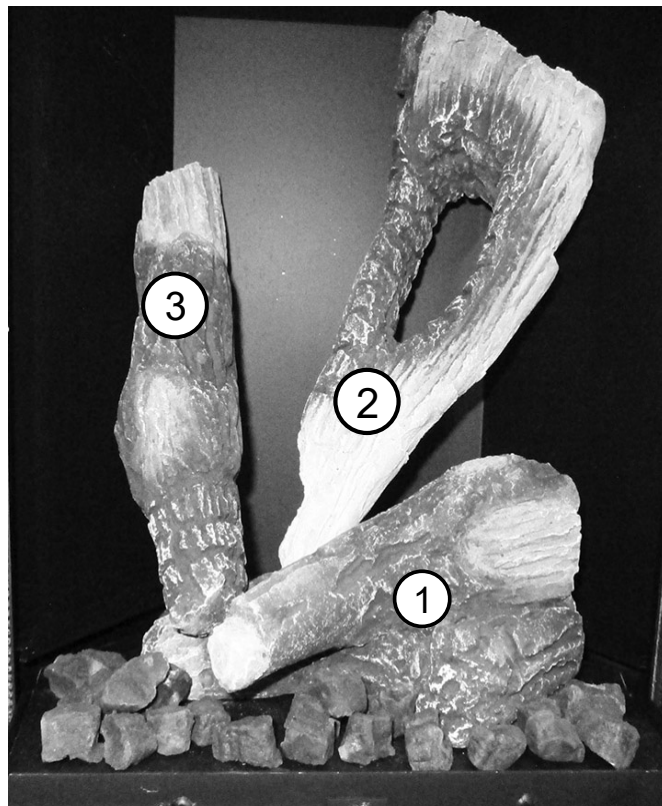
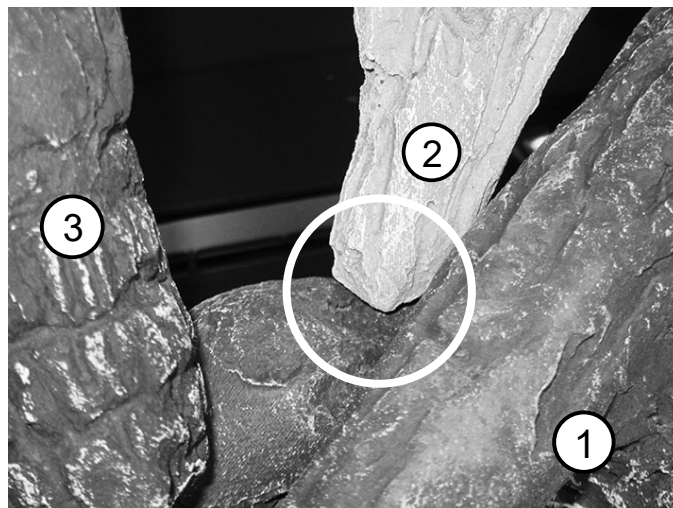

Figure 12.1. Jeu de bûches complètement installé
Figure 12.2. Posez l'extrémité de la bûche droite dans la petite cavité de la bûche de base.
1. **Bûche de base:** Enfoncez les trous du dessous de la bûche de base (1) sur les tiges de la base du brûleur.
2. **Bûche droite:** Posez l'extrémité de la bûche droite (2) dans la petite cavité de la bûche de base, tel que montré à la fig. 12.2. Appuyez l'extrémité supérieure de cette bûche contre le coin arrière de la chambre de combustion, tel que montré à la fig. 12.1.
3. **Bûches gauche:** Posez l'extrémité carbonisée de la bûche gauche (3) sur la bûche de base et appuyez-la contre le coin arrière de la chambre de combustion. Voir fig. 12.1 et 12.2.